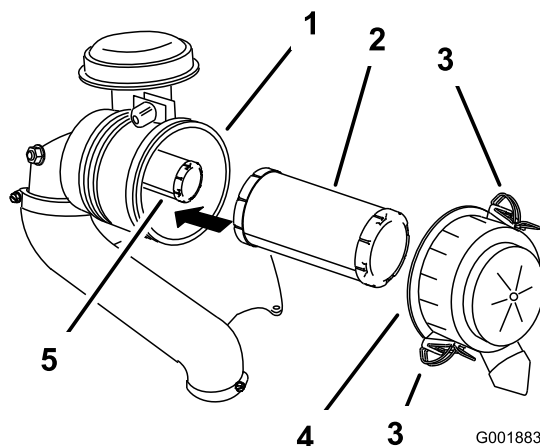

Figure 49
3. Ouvrez les dispositifs de verrouillage du filtre à air et détachez le couvercle du boîtier du filtre (Figure 49).
5. Sortez le préfiltre du boîtier du filtre avec précaution (Figure 49).
2. Si vous remplacez l'élément intérieur, insérez-le avec précaution dans le boîtier du filtre (Figure 49).
3. Placez ensuite le préfiltre sur l'élément de sécurité avec le même soin (Figure 49).
4. Remettez en place et verrouillez le couvercle du filtre à air (Figure 49).